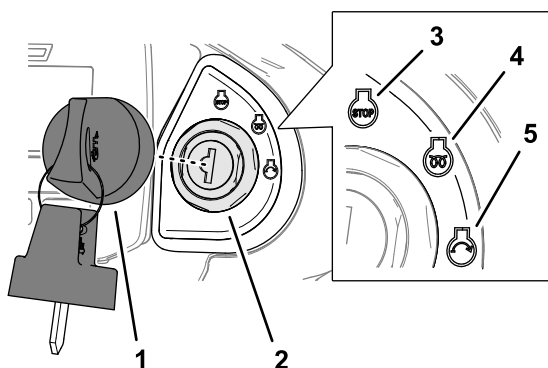

Figure 26
4. Tournez la clé à la position arrêt (Figure 26).